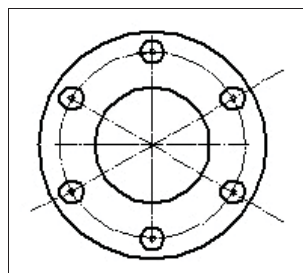

Рис. 11.15. Копии окружности
- ◆ щелкните ЛК мыши в любом месте для снятия выделения. У вас должно получиться, как на рис. 11.15. Сохраните чертеж как Эскиз 7.